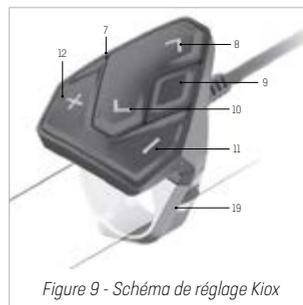

Figure 9 - Schéma de réglage Kiox
Pour augmenter le niveau d'assistance au pédalage, pousser brièvement sur la touche + (12) (voir figure 9) de l'ordinateur de bord à plusieurs reprises jusqu'à afficher le niveau d'assistance au pédalage souhaité ; pour diminuer le niveau, pousser brièvement sur la touche - (11).